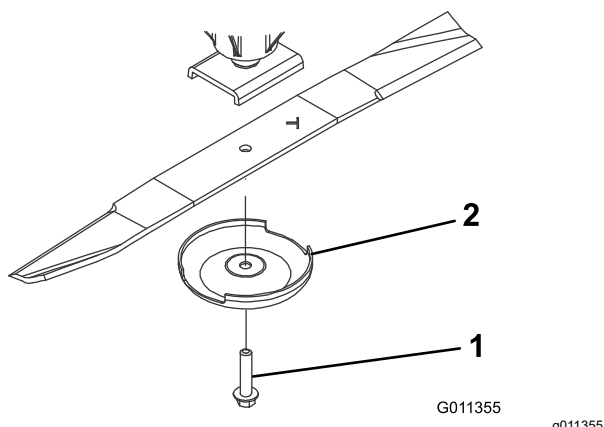

Figura 72
- Segure a extremidade da lâmina utilizando um trapo ou uma luva grossa e retire o parafuso da lâmina, recipiente antidanos e a lâmina do veio do eixo (Figura 72).
- Utilize o dispositivo antidanos e o parafuso da lâmina para instalar a lâmina com a aba virada para a plataforma de corte (Figura 72).